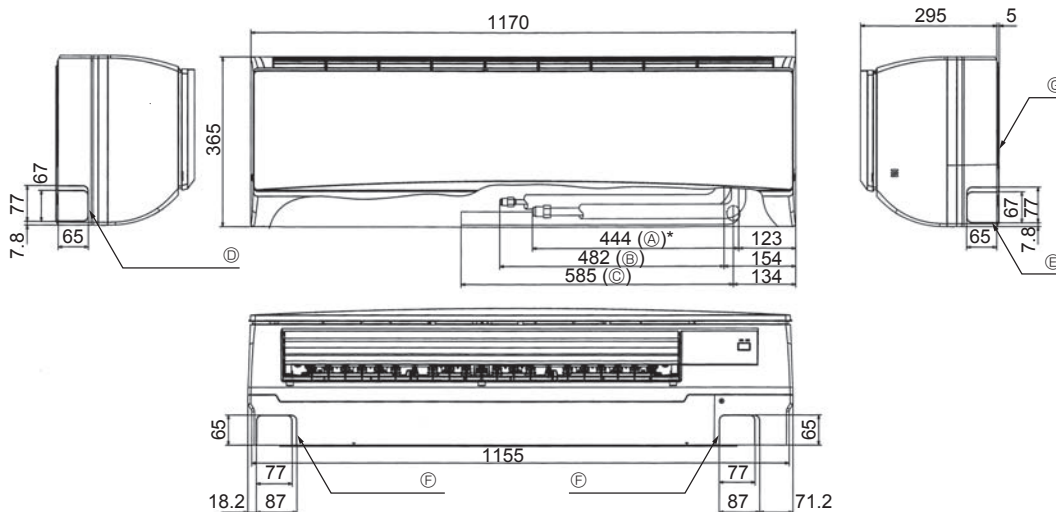

Fig. 4-2
4.3. Mise en place des tuyaux de réfrigérant et d'écoulement (Fig. 4-2)
- (A) Conduit de gaz * Indique la condition les accessoires montés.